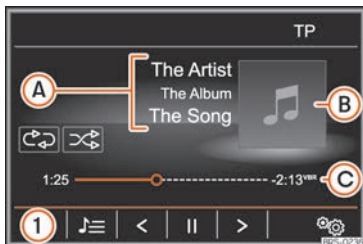

Abb. 203 Hauptmenü MEDIEN
- Drücken Sie die Infotainment-Taste **MEDIA**, um das Hauptmenü *Media* »» **Abb. 203** zu öffnen.